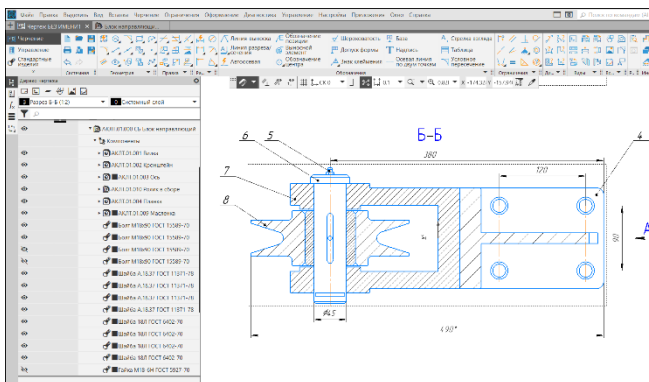

Рисунок 403 – Позиции на разрезе Б-Б
- На разрезе Б-Б проставим позиции для компонентов (Рисунок 403);